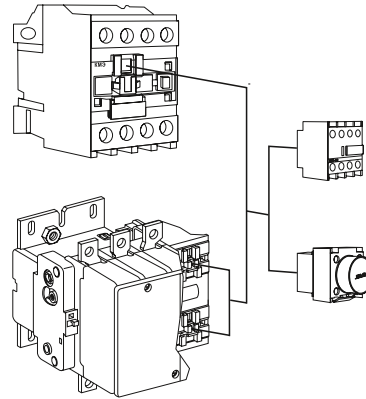

Рис. 1
1. Схема установки приставки контактной ПКЭ ЕКФи приставки выдержки времени ПВЭ ЕКФ на контакторы КМЭ ЕКФ и КТЭ ЕКФ (рис. 1).